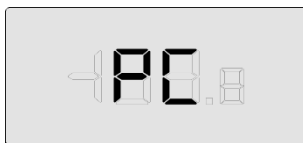

Рис. 32. Устройство подключено к ПК
9.13.1. Для получения отчета необходимо вставить Устройство в порт USB. Когда Устройство подключено к ПК, на экране отобразится надпись **PC** (Рис. 32).